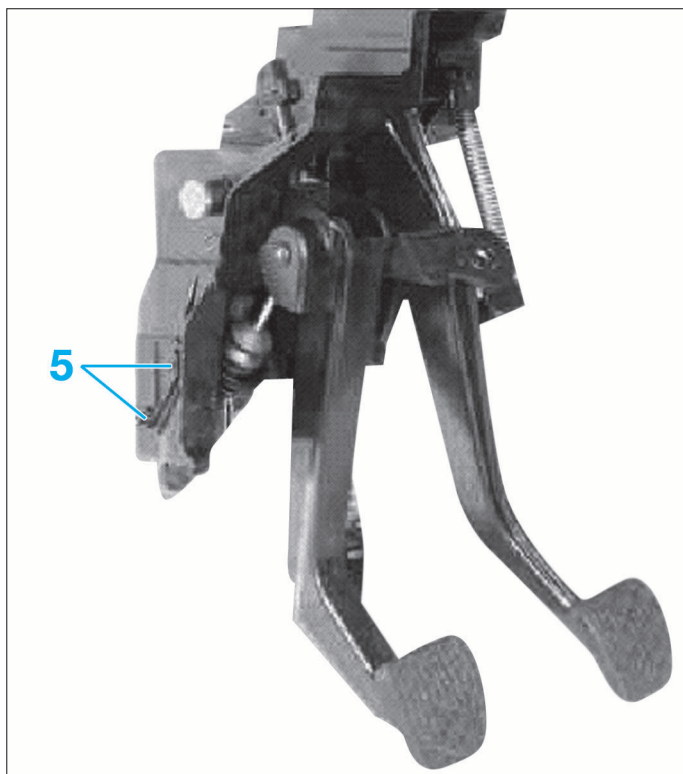

FIG. 6
- l'axe (3),
- les écrous (4),
- les rivets (5) (Fig.6),